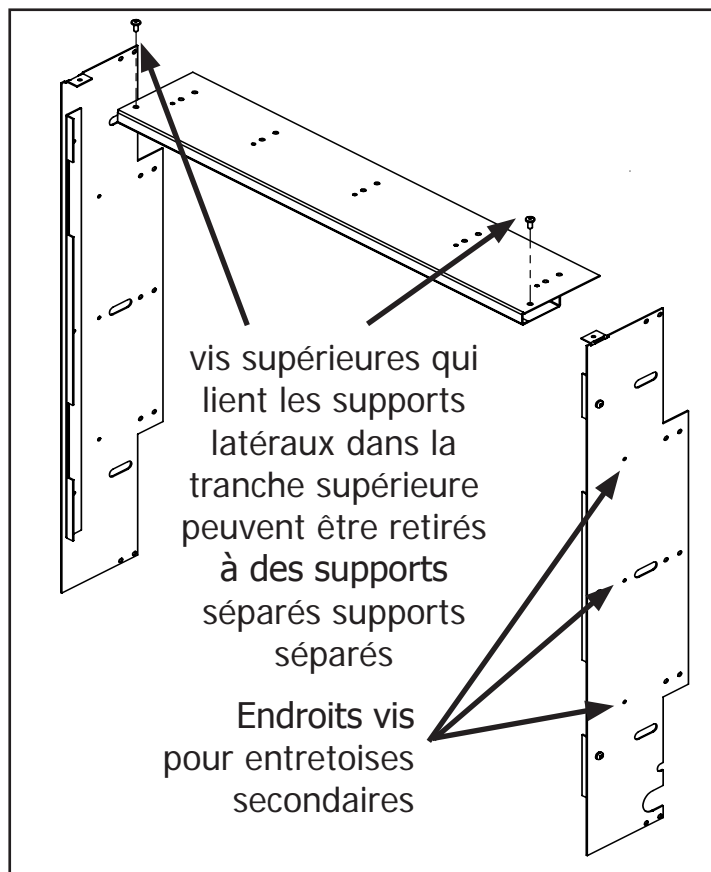

Figure 27: Retrait Supports de rallonge
3. Installez les espaceurs latéraux (si nécessaire) sur les supports d'extension latérale à l'aide du jeu avant de trous libres. Régler la profondeur des entretoises secondaires que nécessaire (voir Figure 27). Voir aussi l'installation initiale - section d'espacement du manuel.